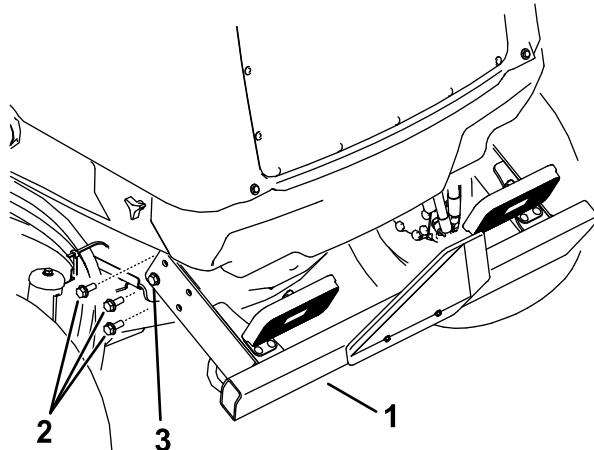

Рисунок 107
2. Выверните 3 фланцевых винта с каждой стороны заднего бампера, как показано на Рисунок 107.
- Поднимите задний бампер в исходное положение и заверните фланцевые винты. Затяните все фланцевые винты, которые крепят задний бампер к раме (Рисунок 107).